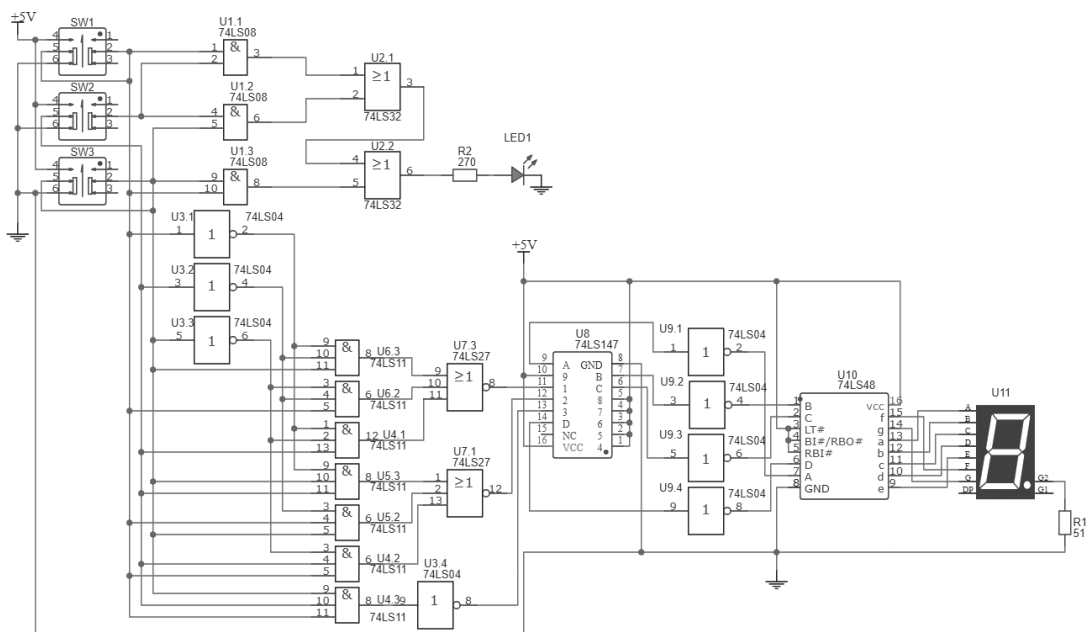

图 5-4 表决显示电路原理图
(1)先对表决显示电路的制作与调成电路电路原理图进行仿真操作(扫描二维码观看仿真过程)完成后进行截屏、录屏,后上交作品。表决显示电路原理图如图 5-4 所示。